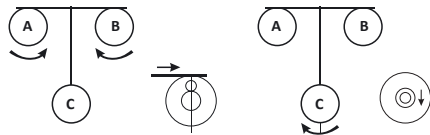

Abb. 3
b) Spielen Sie die Libelle am Gerät mit den Fußschrauben A, B und C ein. Die Drehrichtung bestimmt die Bewegung der Libelle. Mit gleichzeitiger Drehung der Schrauben A und B schieben Sie die Libellenblase nach rechts. Die Fußschraube C gemäß Abbildung 3 so drehen, bis die Luftblase der Libelle in der Kreismitte steht.